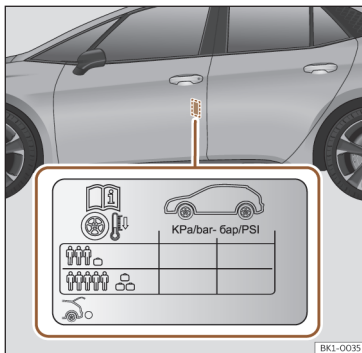

Fig. 179 Localização do autocolante da pressão de ar dos pneus.
- Adapte a pressão dos pneus à carga transportada pelo veículo >>> **Fig. 179.**
Os valores da pressão de enchimento indicam-se na etiqueta autocolante situada na zona posterior da moldura da porta dianteira esquerda >>> **Fig. 179.**
A pressão dos pneus tem de ser ajustada à carga momentânea do veículo. Se pretender utilizar o veículo com a carga máxima, terá de aumentar a pressão dos pneus para o valor máximo indicado na etiqueta >>> **Fig. 179.**
No caso de uma roda de emergência mais estreita (125/70 R16 ou 125/70 R18), encher a 4,2 bar de pressão segundo indicado na etiqueta de pressão dos pneus >>> **Fig. 179.**
- O condutor é responsável por garantir que todos os pneus do veículo estejam cheios com a pressão correta. A pressão de ar recomendada é indicada num autocolante >>> Fig. 179.
- Com os pneus a frio, deverá manter-se sempre a pressão indicada no autocolante >>> Fig. 179.